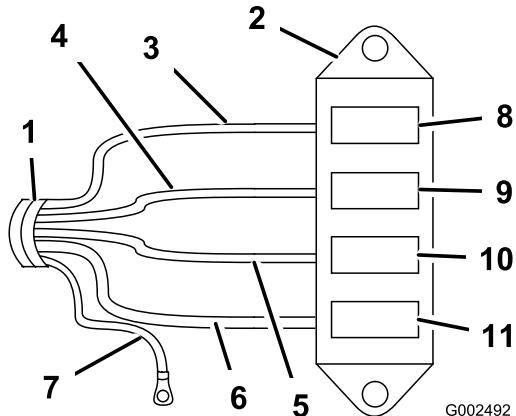

Figura 7
- Conecte el mazo de cables al bloque de fusibles conectando los cables del mazo a los conectores de cable correspondientes ubicados en la parte trasera del bloque de fusibles (Figura 7).